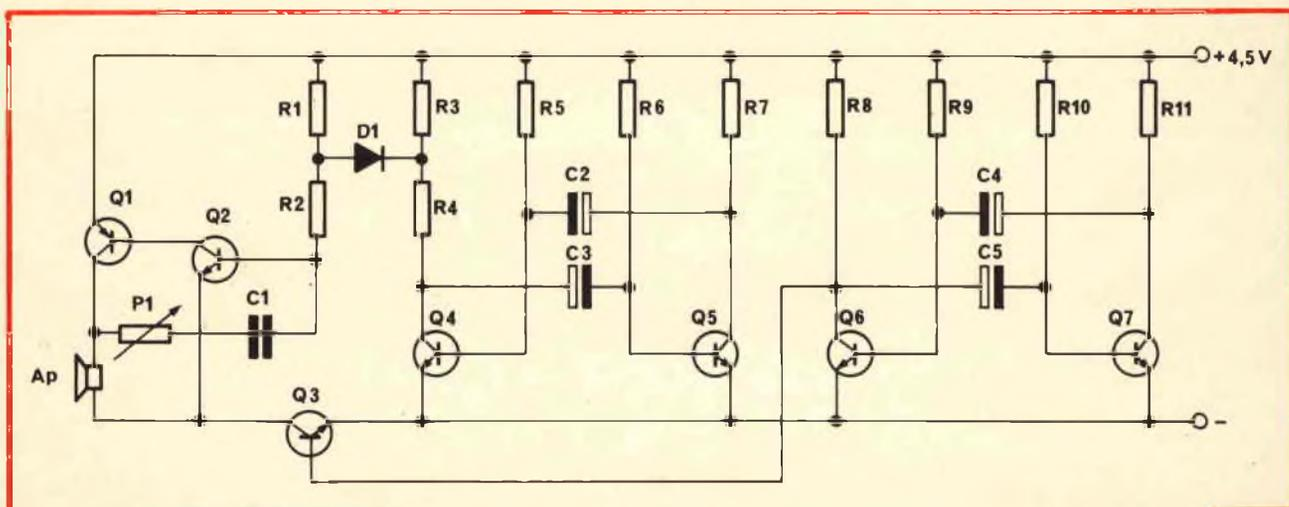

Fig. 1 - Schema elettrico del grillo elettronico.
**I**l dispositivo, il cui schema appare in fig. 1, è di semplice attuazione e non comporta difficoltà circuitali.